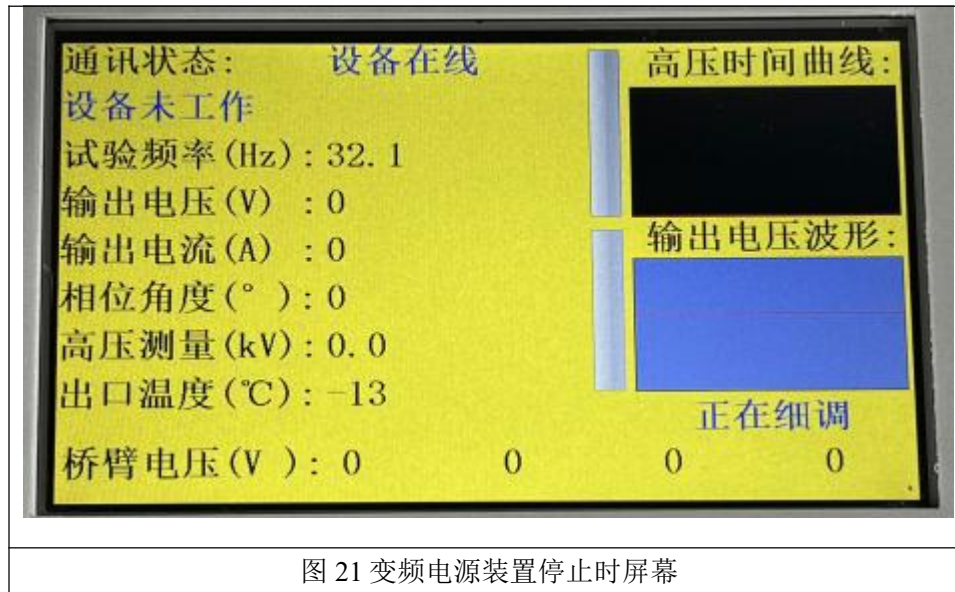

图 21 变频电源装置停止时屏幕
7.2.4 按“启动”按钮，此时变频电源装置启动。在这个过程中依次完成风扇启动、预合闸、合闸。需要大约 10秒钟，屏幕提示如下图 21 所示，屏幕显示“设备在线，数秒钟后屏幕显示“设备合闸”，系统进入待升压状态。